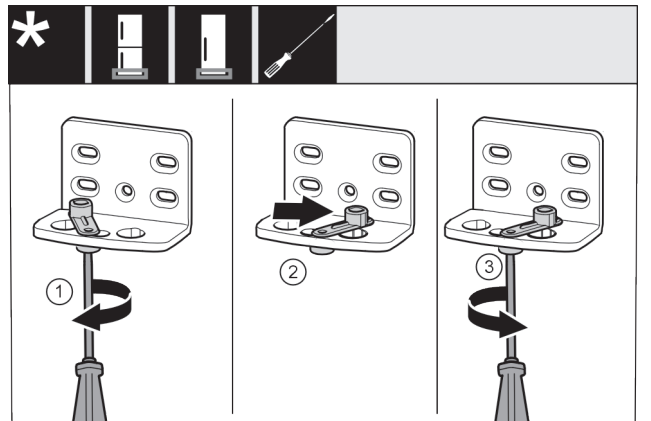

Fig. 15
- ▶ Odvijačem labavo uvrnite vijak Fig. 15 (1).
- ▶ Podignite pomagalo za zatvaranje vrata Fig. 15 (2) i okrenite ga za 90° nadesno u provrt.
- ▶ Odvijačem pritegnite vijak Fig. 15 (3).